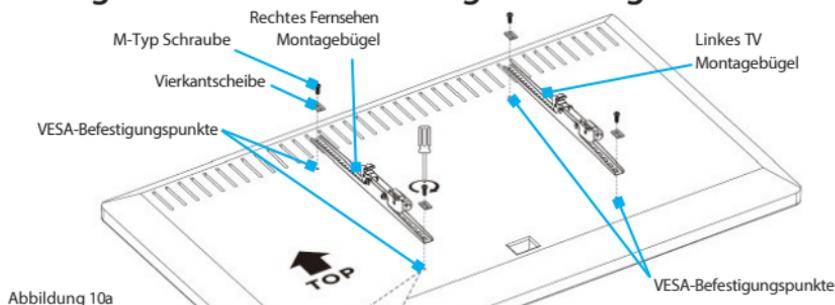

Abbildung 10a
2. Legen Sie das **Fernsehgerät** mit der Vorderseite nach unten auf eine schützende/weiche Unterlage, wobei die **VESA-Montagelöcher** nach oben zeigen. (Abbildung 10a)
- Bringen Sie die **linke** und **rechte TV-Montagehalterung** wie abgebildet an Rückseite des **Fernsehers** an und richten Sie sie an den **VESA-Montage Löchern** und (optionalen) **Abstandshaltern des Fernsehers** aus. Die **Pfeile** an den **TV-Montagehalterungen** sollten zur Oberseite des **Fernsehers** zeigen. (Abbildung 10a)